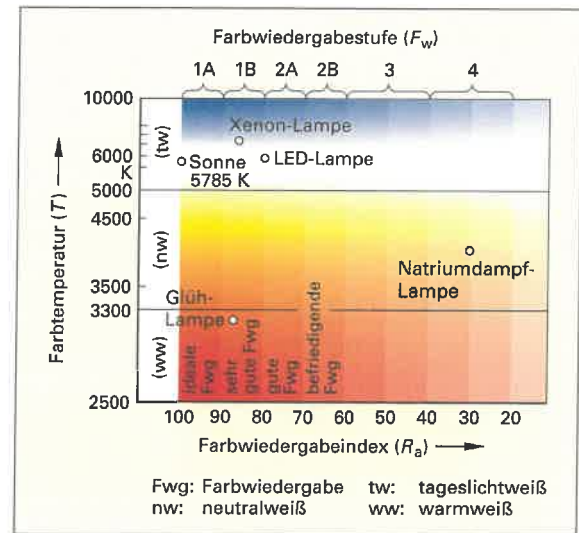

Bild 2: Farbwiedergabe
b) Geben Sie diesen Wert (Bild 2) bei einer Glühlampe an.
b) welchen Farbwiedergabeindex  $R_a$  (Bild 2) oder